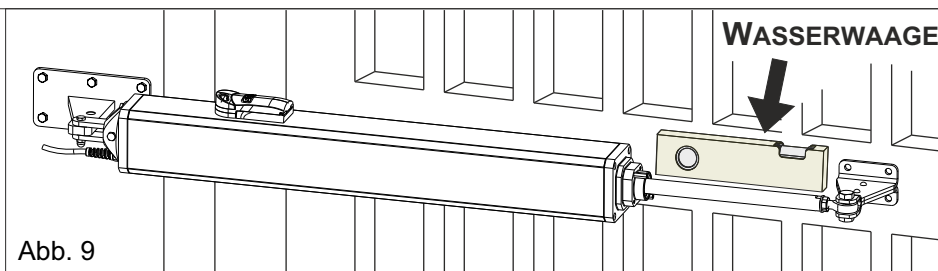

Abb. 9
- Für einen korrekten Betrieb müssen der Antrieb und die Vorder-und Hinterbefestigung perfekt waagrecht montiert werden, (Wasserwaage verwenden) siehe Abb. 9